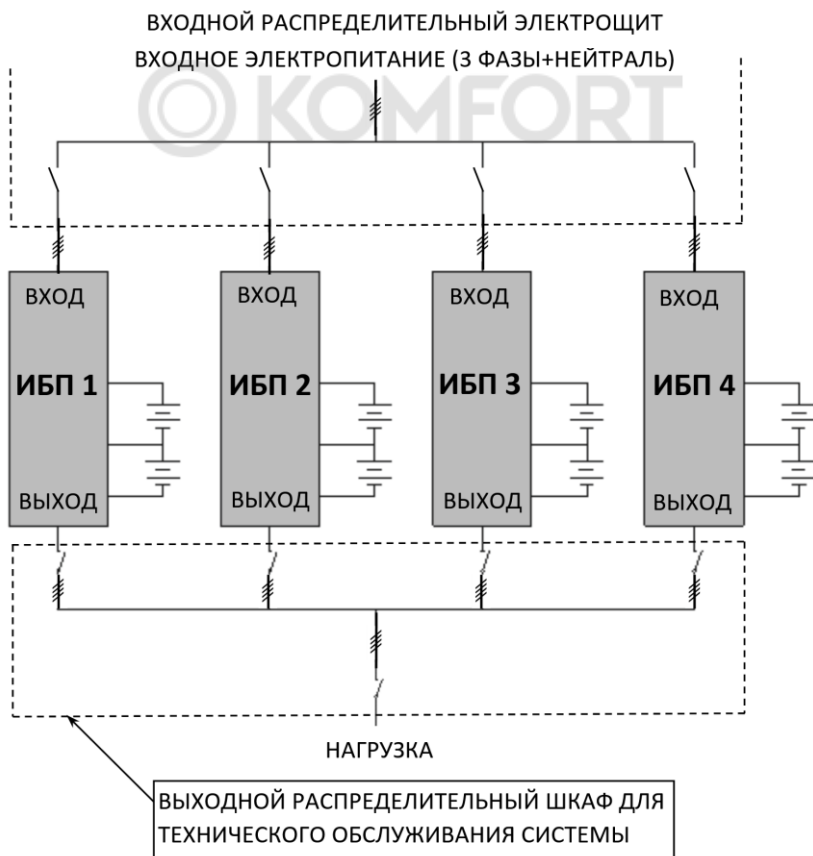
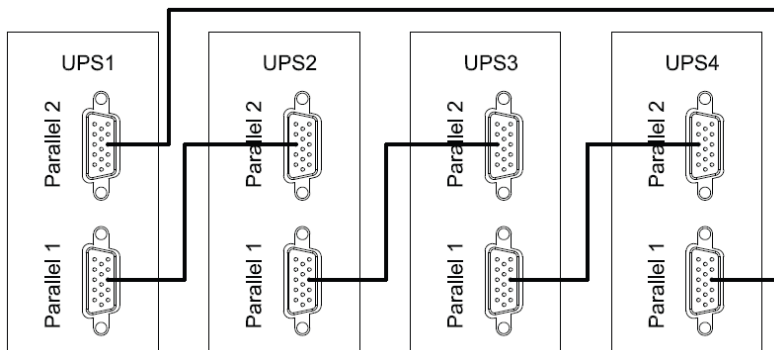

Рисунок 24 — Пример схемы подключения четырех изделий в систему параллельного резервирования с выходным распределительным шкафом.
Рисунок 25 — Схема соединения изделий в «кольцо» через параллельные порты.
Изделие имеет встроенный параллельный контроллер и может работать в системе бесперебойного питания с параллельным резервированием (см. рисунок 24 и рисунок 25). Целью такой системы является либо повышение надежности (резервирование), либо увеличение общей выходной мощности (масштабирование). При исправности всех соединенных параллельно изделий (от двух до четырех) нагрузка равномерно распределяется между ними, а в случае выхода из строя одного из изделий — перераспределяется между исправными изделиями, неисправное изделие отключается от системы.
|  | <p style="text-align: center;">ВНИМАНИЕ!</p> <p>Установите дополнительные внешние выходные выключатели (см. рисунок 24) между выходными клеммами каждого изделия и общими шинами, тщательно соблюдая фазировку.</p> |
- отключите входное сетевое питания каждого изделия. Убедитесь в том, что все внешние выключатели разомкнуты (см. рисунок 24);